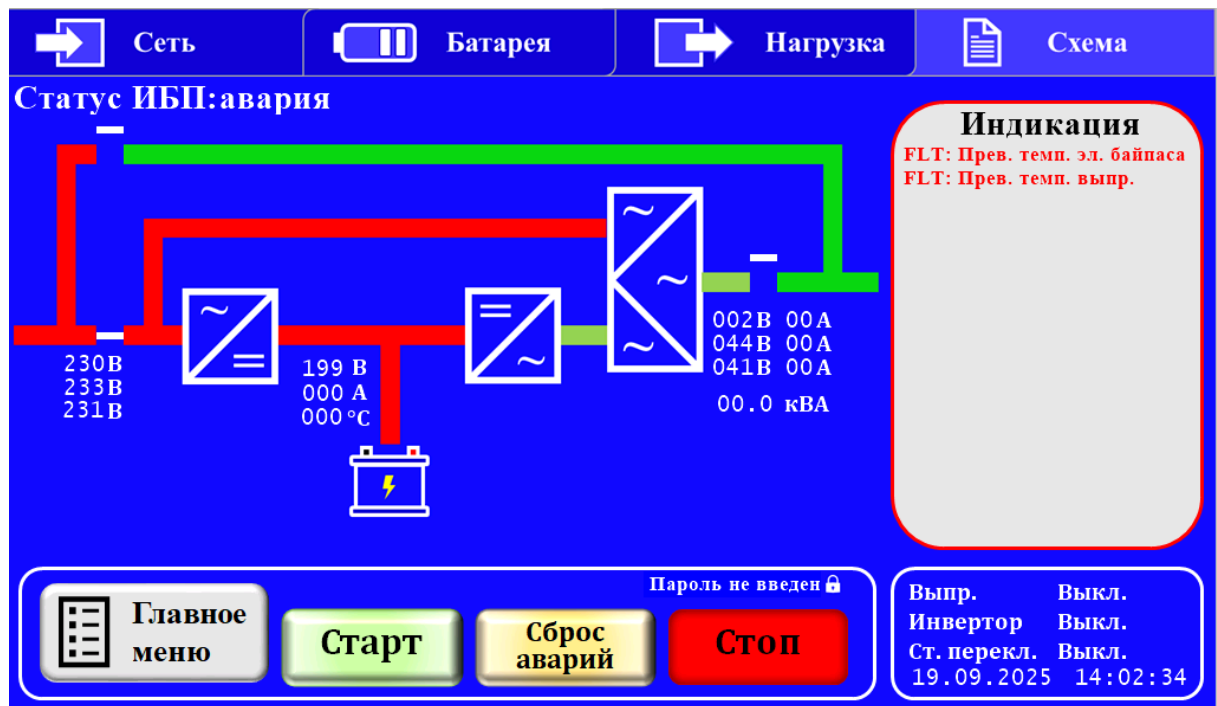

Рисунок 19 – Индикация режима «Авария» на пульте управления
2.3.11.1 При отображении режима аварии или неисправности, на главной странице пульта (Рис. 19) в поле индикация отображается информация о текущей неисправности.